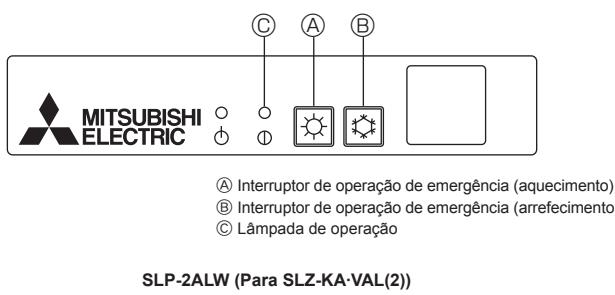

Fig. 9-1
9.2.1. Para o controlo remoto sem fio (Fig. 9-1)